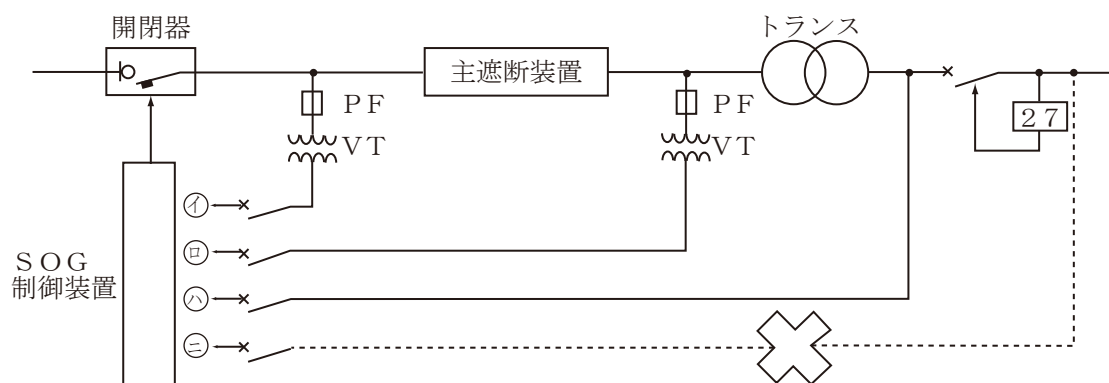

図 2 制御電源のとり方
③制御電源のとり方は、図 2 において④のとり方を推奨します。